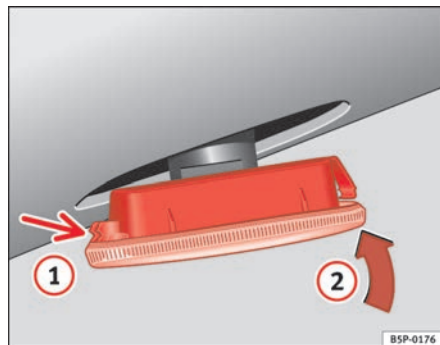

Abb. 173 Seitlicher Blinker
- Setzen Sie den Blinker zuerst in der Aufnahme der Karosserie ein, wobei die Halterungen richtig einrasten müssen ⇒ Abb. 173, Pfeil ①.
- Setzen Sie den Blinker in Richtung Pfeil ② ⇒ Abb. 173. ■